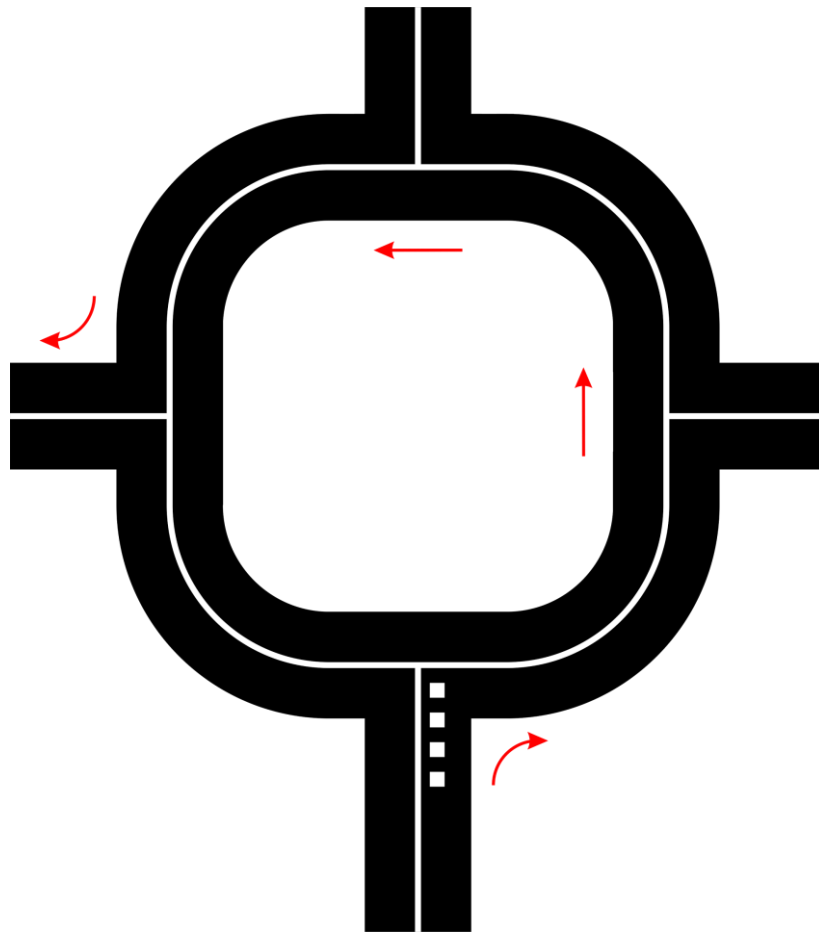

Figura 8. Rotatória.
e) O desafio da rotatória consistirá em avaliar se o robô é capaz de entrar nela e sair no local indicado. Uma figura ilustrativa deste trecho é apresentada na figura 8. A marcação do desafio se dará de forma semelhante à da curva de 90°, podendo contar com até 4 marcas brancas de 5,0 x 5,0 cm, a 3,0 cm da linha do percurso, no lado de ocorrência da curva, a 5,0 cm da mesma e espaçadas de 5,0 cm da próxima marca. O número de quadrados brancos em sequência irá indicar qual saída o robô deve tomar: